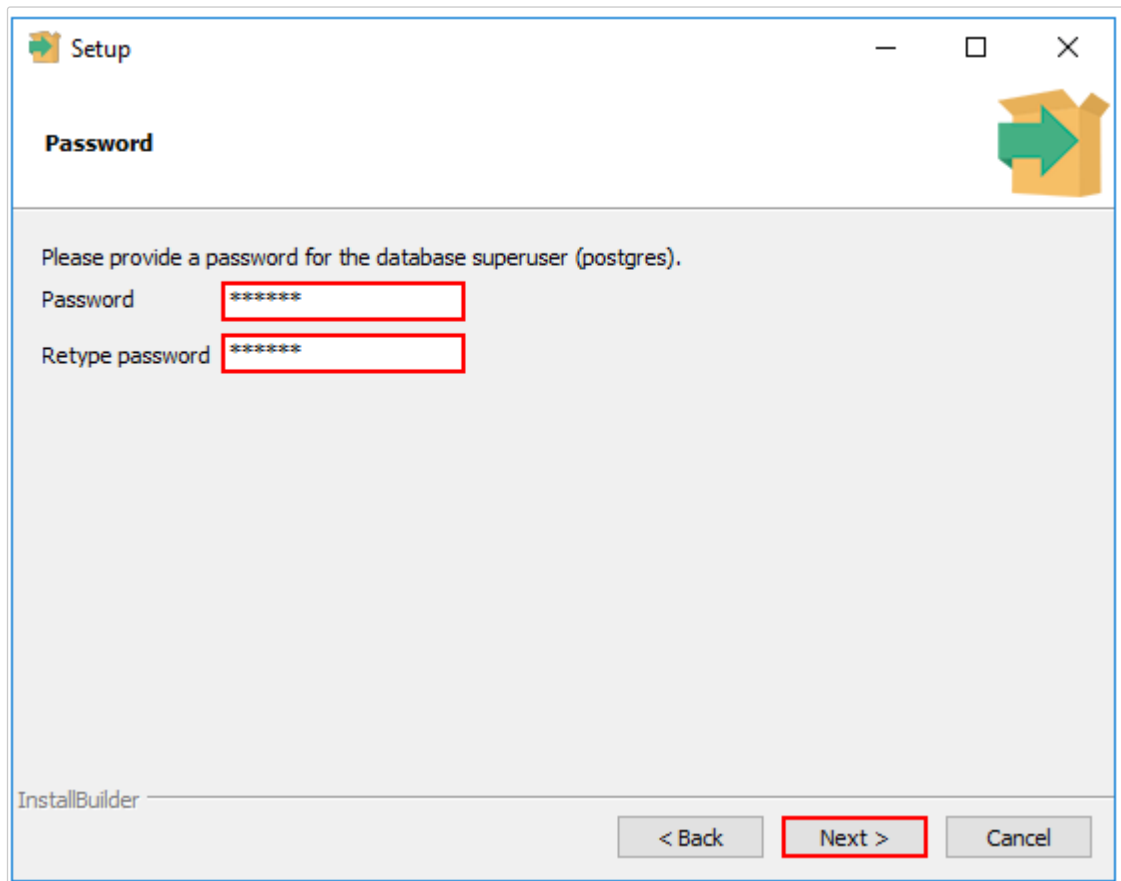

Рисунок 4. Ввод пароля суперпользователя
- 4) На странице *Password* ввести и подтвердить пароль *postgres* для пользователя *postgres*, который является пользователем по умолчанию (см. рисунок 4).
- б) «Пароль» — *postgres* (см. рисунок 4).